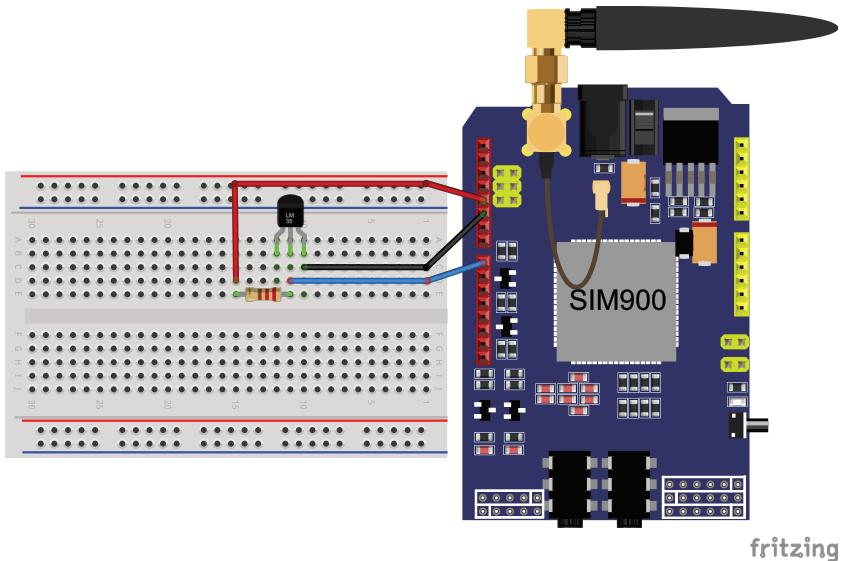

Рис. 32.1. Схема подключения модуля GSM/GPRS shield и датчика LM335. Шилд SIM900 установлен на Arduino UNO
GSM/GPRS shield на базе модуля SIMCom SIM900 выпускают несколько производителей, и платы имеют незначительные отличия. Также на некоторых платах расположены: слот для SIM-карты, стандартные 3,5 мм джек для аудиовхода и выхода и разъем для внешней антенны. На плате GSM/GPRS shield имеется несколько перемычек, позволяющих выбрать тип serial-соединения (hardware или software). GSM/GPRS shield имеет два способа включения – аппаратный (кратковременное нажатие кнопки PWRKEY) и программный (используется один из выходов Arduino). Рассмотрим пример отправки и получения SMS-сообщений с помощью GSM/GPRS shield. Каждые 30 минут будем отправлять на определенный номер показания аналогового датчика температуры LM335, подсоединеного к выводу A0. Схема соединений эксперимента показана на рис. 32.1.
2. Собираем схему, согласно рис. 32.1.